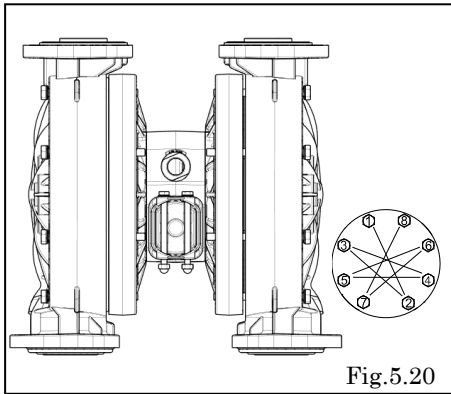

Fig. 5.20
- ・前述の「アウトチャンバー取付ボルト締め付トルク」の表を参照し、締め付ける。[Fig. 5.20]